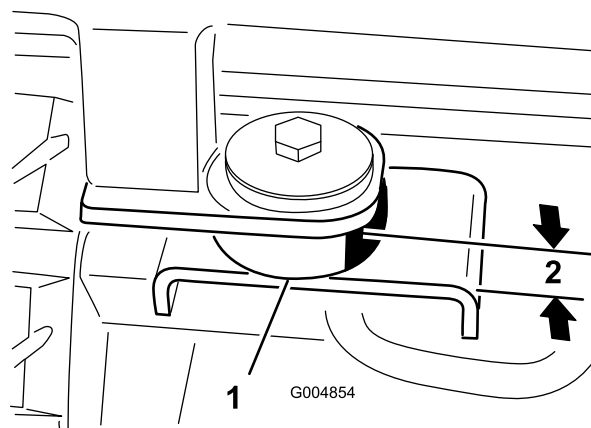

Figura 67
3. Introduzca un soporte de goma en los puntos de montaje delanteros (Figura 67).